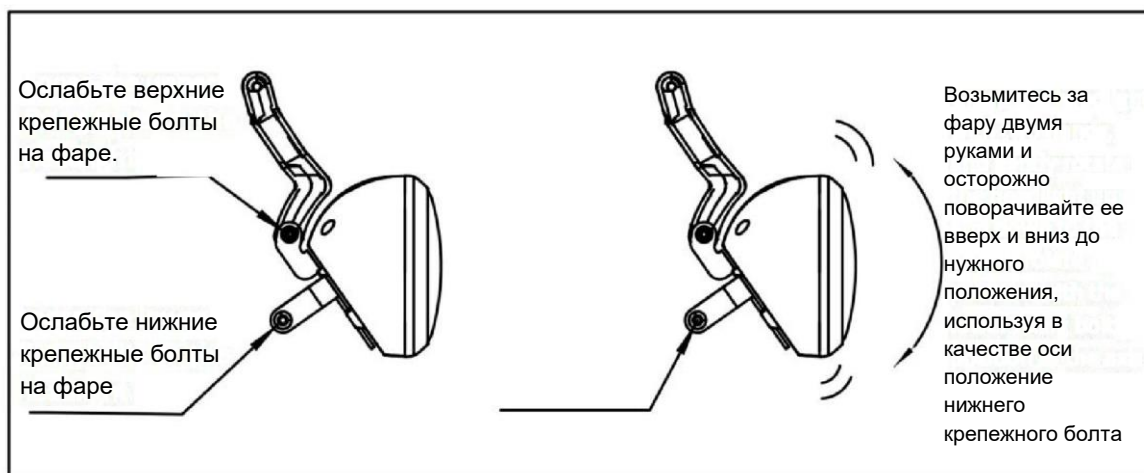

Рис. 12
4.8 Регулировка угла наклона фары (Рис. 12)